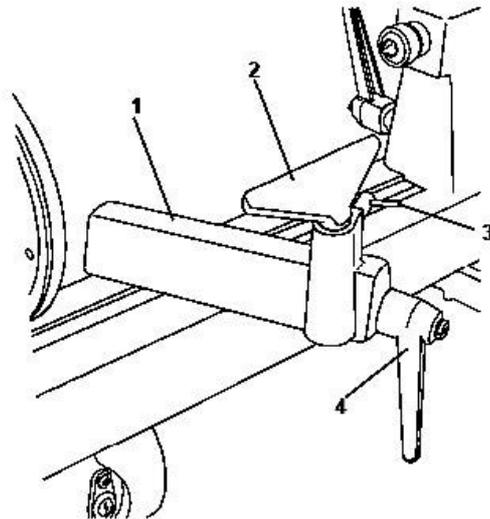

Abb. 12: Einstellen der Werkzeugauflage
Schritt 1: Um die Werkzeugauflage (Pos. 1, Abb. 12) zu bewegen, lösen Sie den Verriegelungshebel (Pos. 4, Abb. 12) und nach Lösen des Klemmhebels 3 bewegen Sie die Basis nach rechts oder links und nach hinten oder vorne.
Schritt 2: Nach Ausrichten der Werkzeugauflage ziehen Sie den Hebel (Pos. 4, Abb. 12) wieder fest.
Schritt 3: Um den Winkel der Werkzeugablage (Pos. 2, Abb. 12) einzustellen, lösen Sie den Verriegelungshebel (Pos. 3, Abb. 12) und verschieben Sie die Werkzeugablage in die gewünschte Position, und ziehen Sie den Feststellhebel an.
Schritt 4: Für den Wechsel auf die andere Werkzeugauflage lösen Sie den Verriegelungshebel (Pos. 3, Abb. 12) und ziehen die Werkzeugauflage (Pos. 2, Abb. 12) aus der Werkzeugaufgabebasis heraus, setzen die andere Werkzeugauflage ein, stellen die gewünschte Position ein und ziehen den Verriegelungshebel (Pos. 3, Abb. 12) wieder fest.